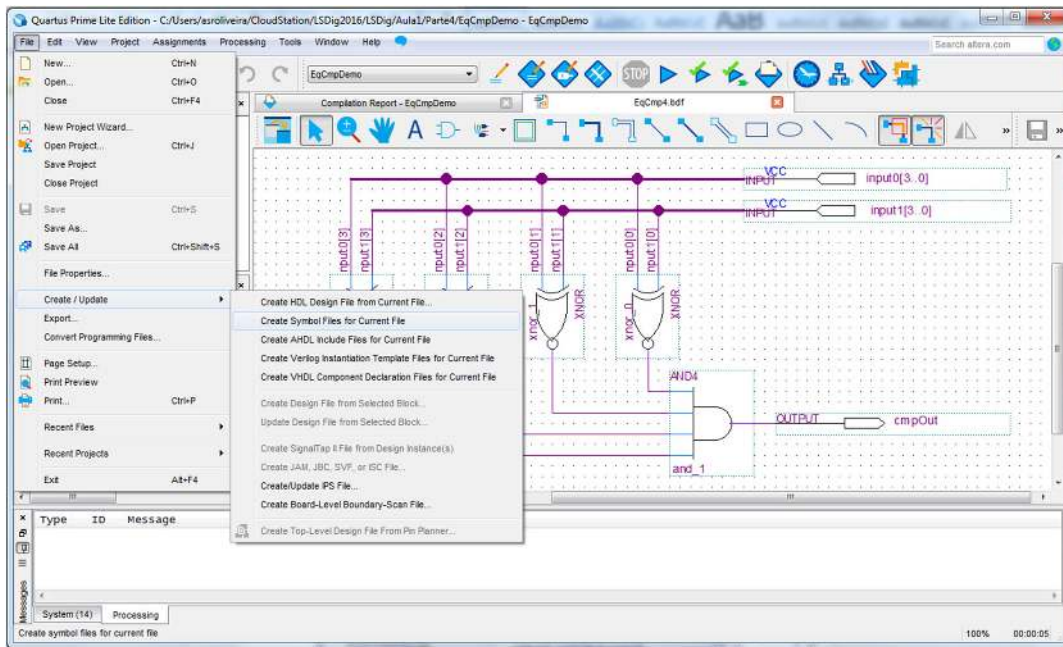
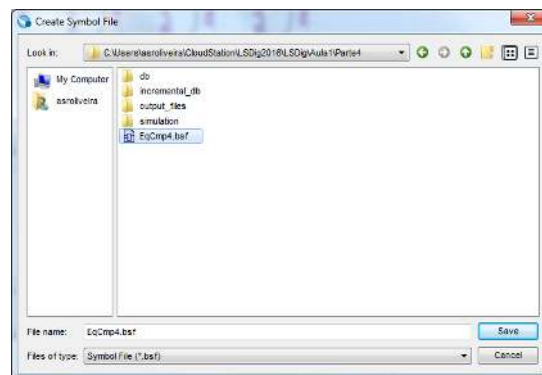

Figura 61 – Criação de um símbolo para o módulo “EqCmp4”.
Figura 62 – Gravação do ficheiro “EqCmp4.bsf” relativo ao símbolo do módulo “EqCmp4”.
3. Crie um símbolo para o módulo “EqCmp4”, de forma a poder ser usado num diagrama esquemático, tal como ilustrado na Figura 61, e grave-o com o nome “EqCmp4.bsf” (Figura 62).